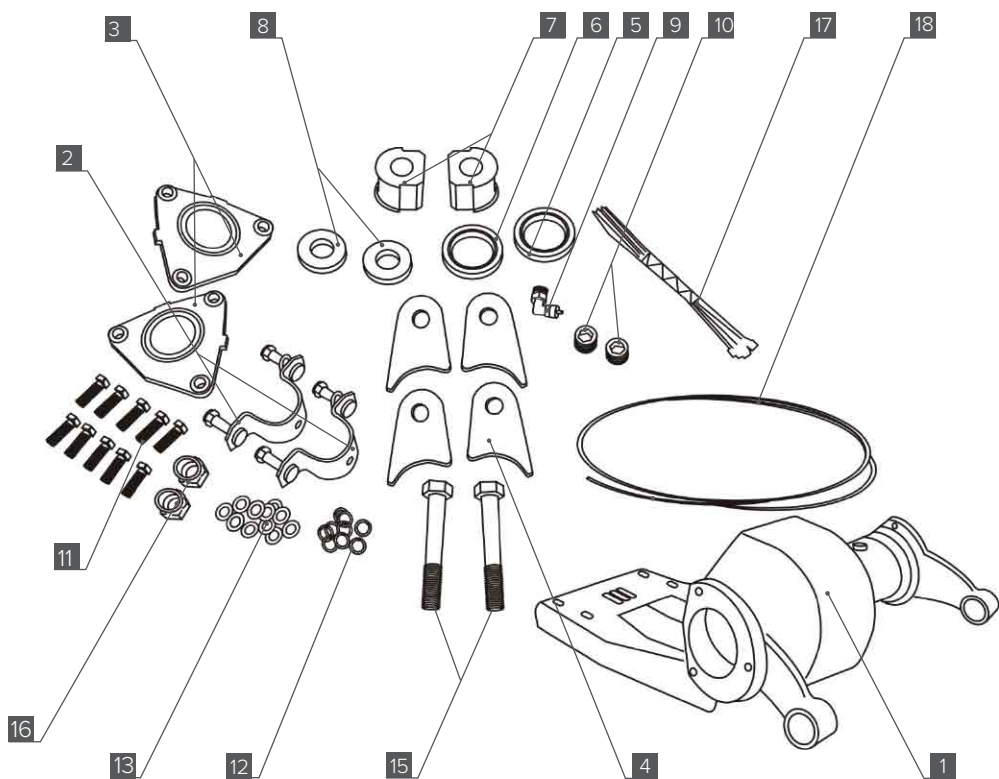

Рис. 1
**В комплект поставки входят (см. рисунок 1):**